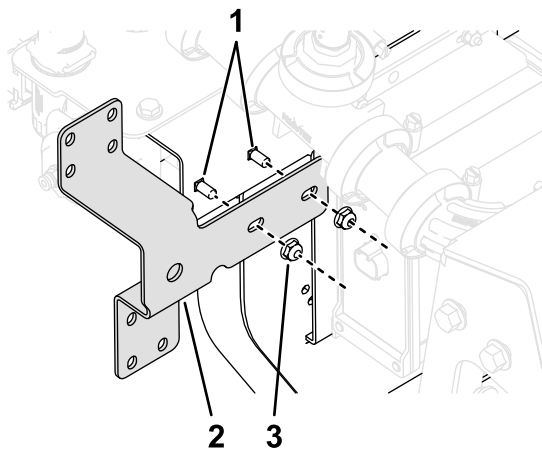

Figura 36
13. Instalezi ansamblul supapei de control pe maină cu 2 uruburi de fixare ($\frac{1}{4}$ -20 x $\frac{5}{8}$ ") i 2 piulie de blocare ($\frac{1}{4}$ -20"), după cum se arată în Figura 36; strângei uruburile la 10 – 12 N·m.